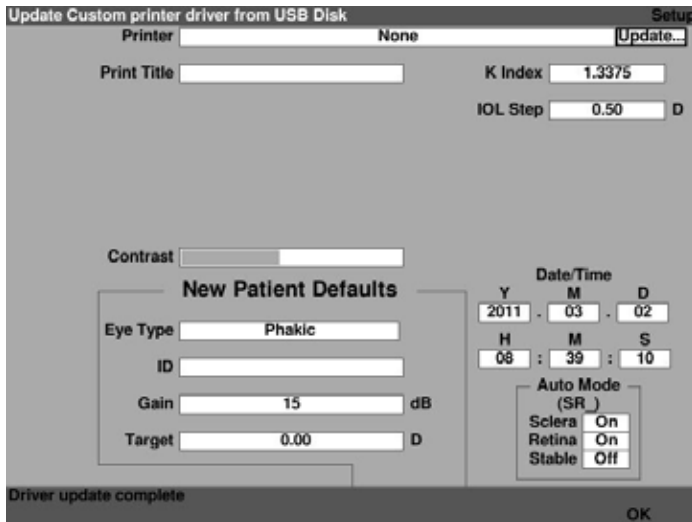

Figura 5-30 Atualização do driver concluída
10. Ao concluir a atualização dos arquivos, o sistema exibirá a mensagem, “Driver update complete” (Atualização do driver concluído). Pressione OK conforme mostrado na Figura 5-30.